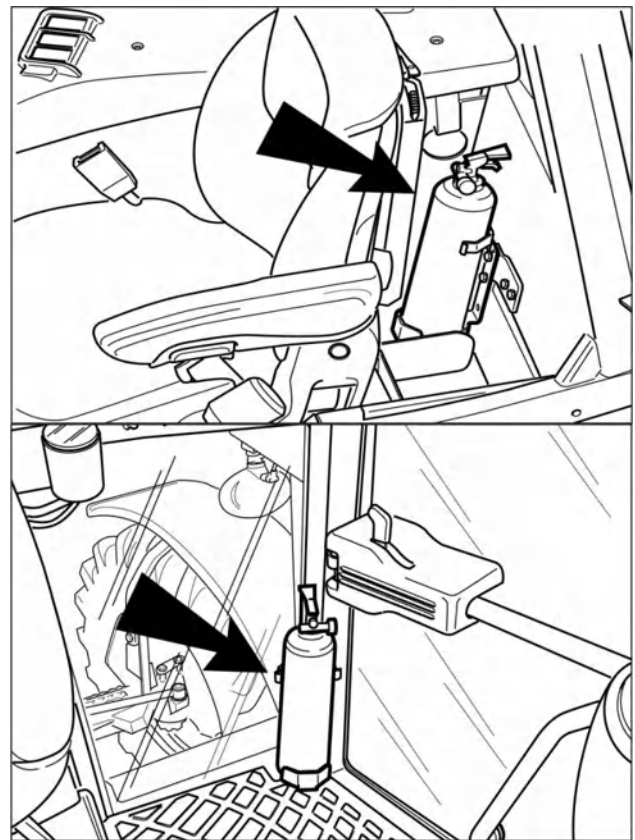

Рис. 2-8
**ПРЕДУПРЕЖДЕНИЕ!** Трактор спроектирован и изготовлен таким образом, чтобы опасность пожара при нормальных условиях эксплуатации была минимальной: по этой причине он не оснащен автоматической системой пожаротушения или огнетушителем. Тем не менее на тракторе предусмотрены средства для установки порошкового огнетушителя массой 1 кг, соответствующего требованиям UNI EN 3/7 2004. Огнетушитель должен быть размещен в специально отведенном и маркированном для этой цели месте (рис. 2-8).